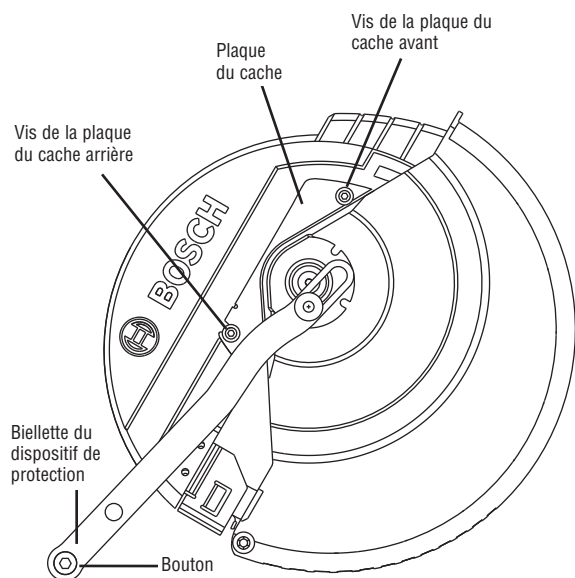

Figure 3
1. Positionnez la scie dans la position du haut (UP) et à un angle de biseau de 0°. Si elle est dans la position du bas (DOWN), appuyez légèrement sur l'ensemble de tête de la scie et retirez le goujon de verrouillage de l'ensemble de tête (article 43, page 117) ; puis laissez la tête de la scie remonter (voir Figure 3) ;